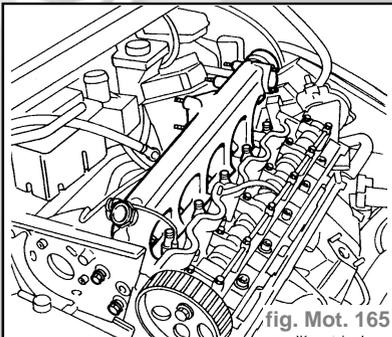

fig. Mot. 165
- Déposer le collecteur d'admission de la culasse (fig. Mot. 165).